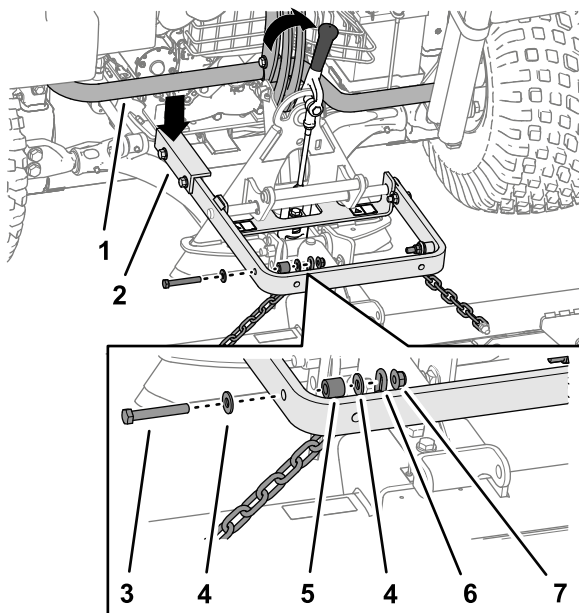

Bild 7
Wichtig: Der lange Arm des Hubarms muss sich unter dem Hinterrahmen der Zugmaschine befinden (Bild 7).
Sie sollten das Anbaugerät immer mit dem Griff hinten am Anbaugerätadapter anheben und bewegen (Bild 7).
5. Befestigen Sie den Oberlenker jeder Kette mit einer Schraube ($\frac{3}{8}$ " x $2\frac{1}{2}$ "), zwei Scheiben ($\frac{3}{8}$ " x $\frac{7}{8}$ "), einem Distanzstück und einer Sicherungsmutter ($\frac{3}{8}$ ") an der Außenseite des Hubarms (Bild 7).